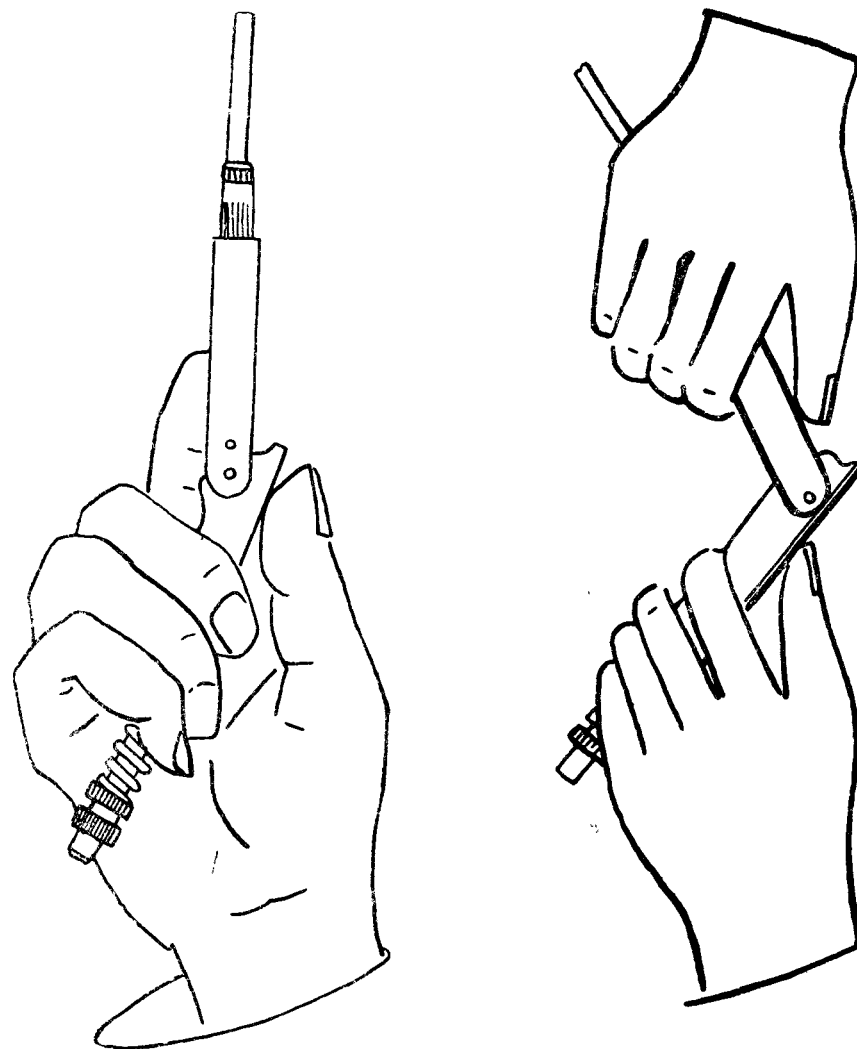

Рис. 6. Взведение антенны.
ния антенны, а правой выше замка (см. рис. 6).
2. Возьмите нижнее звено замка в ладонь и зажмите тремя нижними пальцами, как показано на рис. 6.